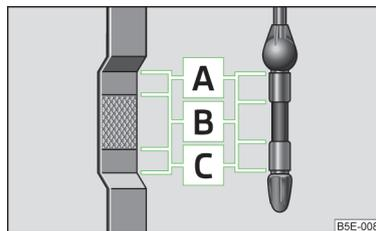

Abb. 164
- Liegt der Ölstand oberhalb des Bereichs  » Abb. 164 auf Seite 220,  nicht weiterfahren! Den Motor abstellen und die Hilfe eines Fachbetriebs in Anspruch nehmen.
Der Ölmesstab zeigt den Motorölstand an » Abb. 164.
Der Ölstand darf keinesfalls oberhalb des Bereichs **A** » Abb. 164 liegen - es besteht die Beschädigungsgefahr der Abgasanlage!